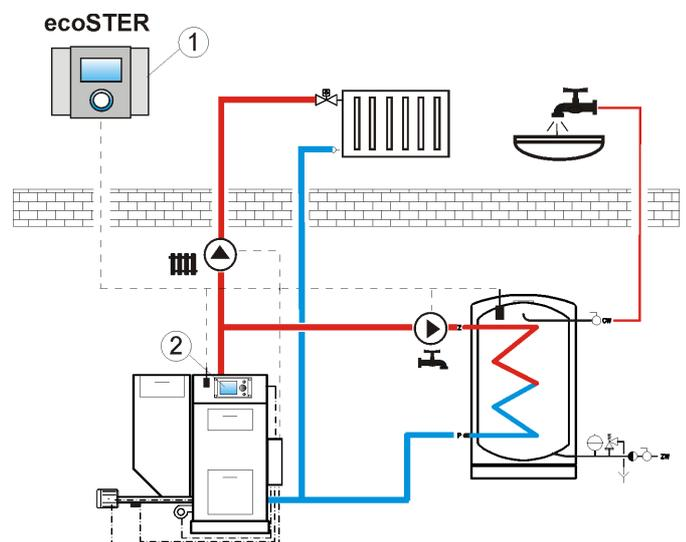

Abb. 7.4¹ Schema - Zusammenarbeit ecoSTER200 - ecoMAX800; wobei: 1 - ecoSTER200, 2 - Kesselregler ecoMAX800.
Um das Hauptdisplay des Kesselreglers ecoMAX (2) anzuzeigen (Abb. 7.4), drehen Sie während der Anzeige des Hauptdisplays für das Thermostat den Drehschalter mehrere Male nach rechts. Ein kurzer Knopfdruck bewirkt die Anzeige des Menüs des Kesselreglers. Dieses Menü ist analog aufgebaut wie im Kesselregler ecoMAX; halten Sie sich deshalb an die Anleitung für den Kesselregler.